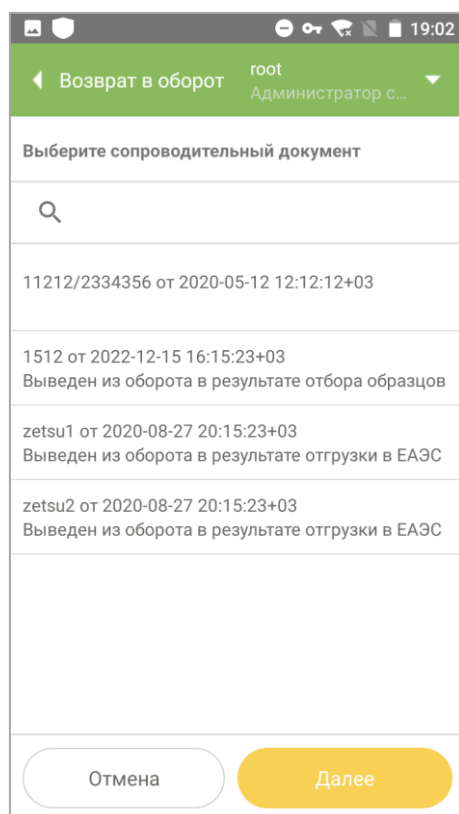

Рисунок 12.5
1. Нажать на иконку «Возврат в оборот» в главном меню приложения. Откроется окно с сопроводительными документами (Рисунок 12.5).